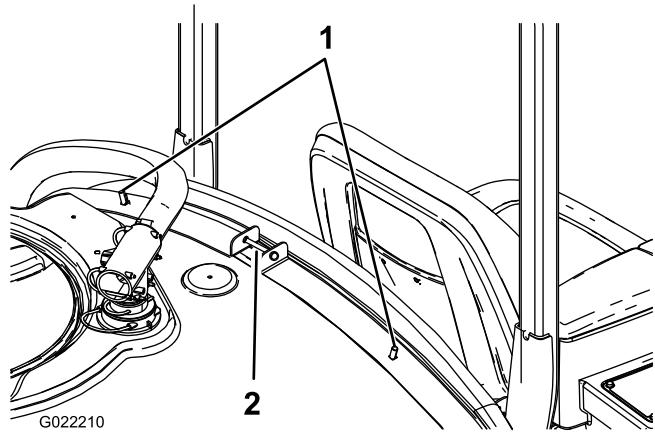

Figura 2
2. Instale dois parafusos de carroçaria nos furos superiores nas correias frontais do depósito (Figura 2).